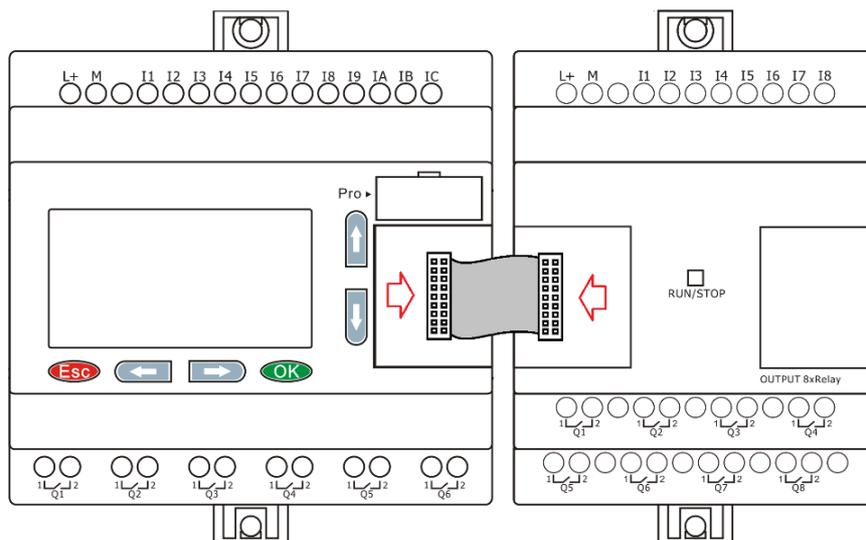

Рисунок 1.50 - Монтаж на поверхность
3. Аналогичным образом закрепите модули расширения справа от модуля ЦПУ и соедините модули при помощи шлейфовой перемычки. Для доступа к соединительным разъемам необходимо открыть пластиковые защитные крышки на соединяемых модулях (рисунок 1.50).